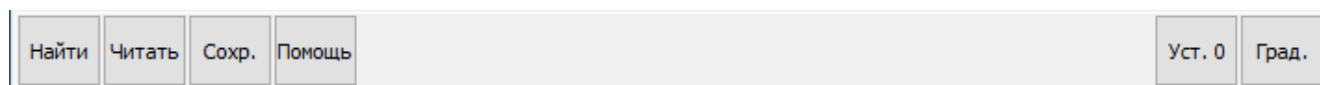
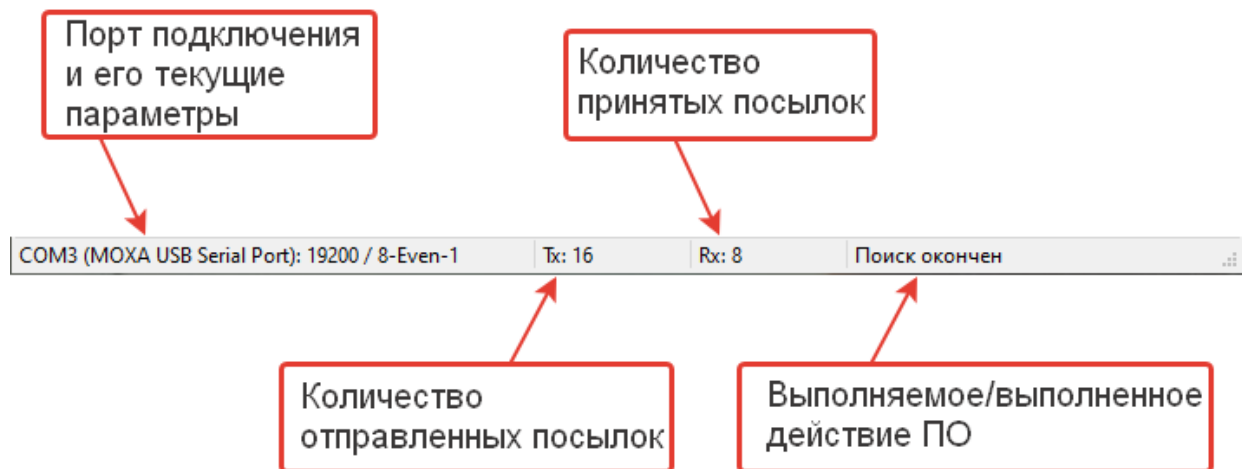

Рисунок 2 – Командное поле ПО «IGM10 Tool»
Рисунок 9 – Строка состояния
- 1) В командном поле, нажать кнопку «Найти» (рисунок 2), после чего начнется опрос адресов. Информация об опросе будет отображаться в строке состояния (рисунок 9).